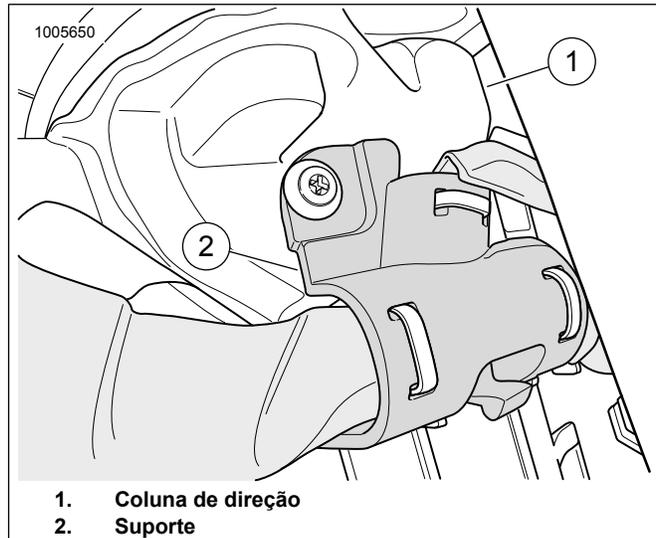

Figura 8. Coluna de direção
9. Veja a figura 8. Oriente a extremidade de 48 pol. até a coluna de direção (1). Use o suporte (2) para fixar o chicote de fios.